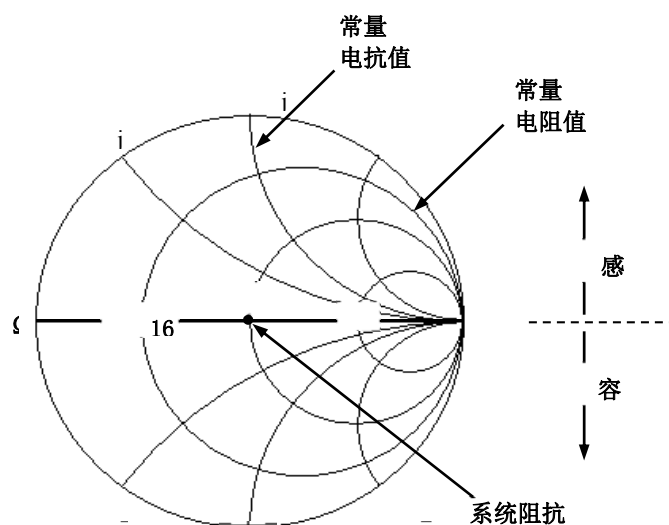

图 4.29 史密斯圆图格式
如图 4.29 所示的史密斯圆图是将被测件的反射测量数据映射成阻抗的工具，图上的每个点都代表由一个实电阻 (R) 和虚电抗 ($\pm jX$) 组成的复阻抗，通过光标可以读取被测件的电阻值、电抗值及电抗等效的电容值和电感值。